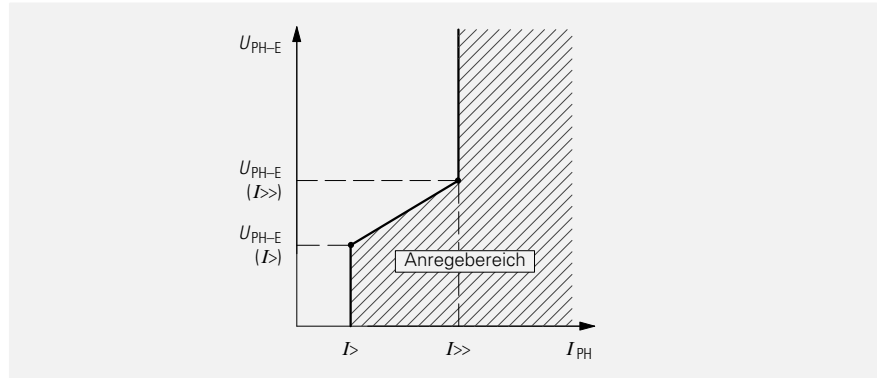

Bild 2
- Als Meßspannungen werden in Abhängigkeit vom eingestellten Anregeprogramm und der Erdfehlererkennung die 3 Leiter-Erde-Spannungen U_{PH-E} in Abhängigkeit vom Phasenstrom I_{PH} (siehe Bild 2) oder die 3 Leiter-Leiter-Spannungen $U_{PH- PH}$ verwendet.